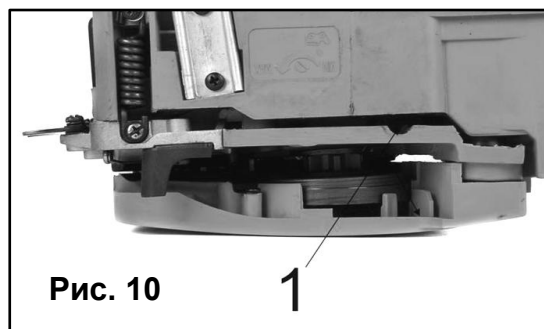

Рис. 10
Эту операцию осуществляют поворотом специального винта (он находится на подошве корпуса), для чего нужно иметь отвертку или комбинированный гаечный ключ. Поворот винта (1) по часовой стрелке уменьшает, а против часовой стрелки - увеличивает расход масла. (Рис. 10)